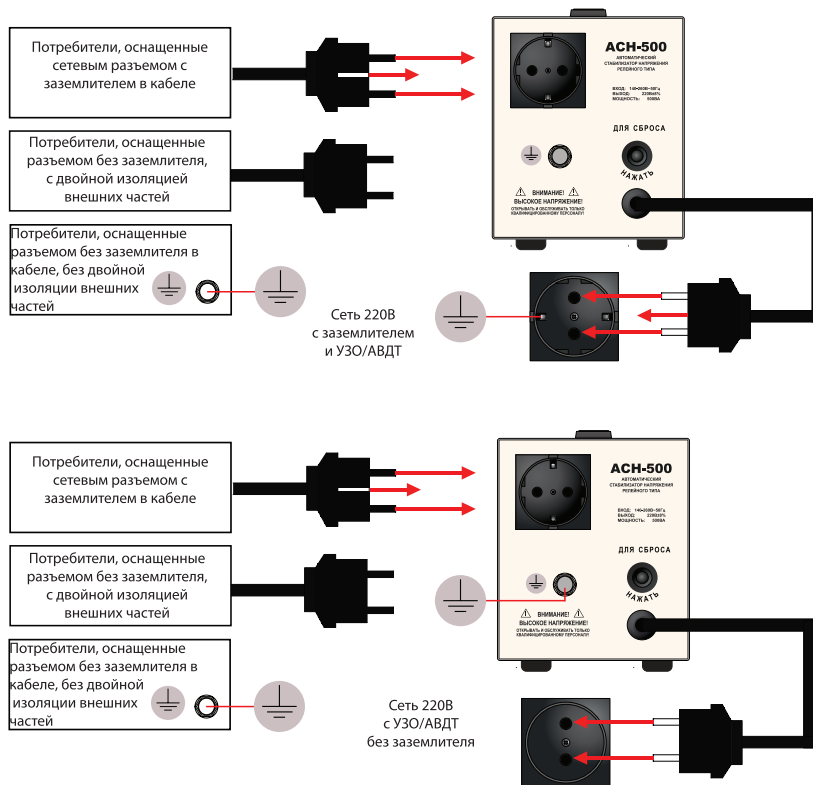

Рис.4
- 10.3.4. Подключаемые потребители должны иметь (рис. 4):